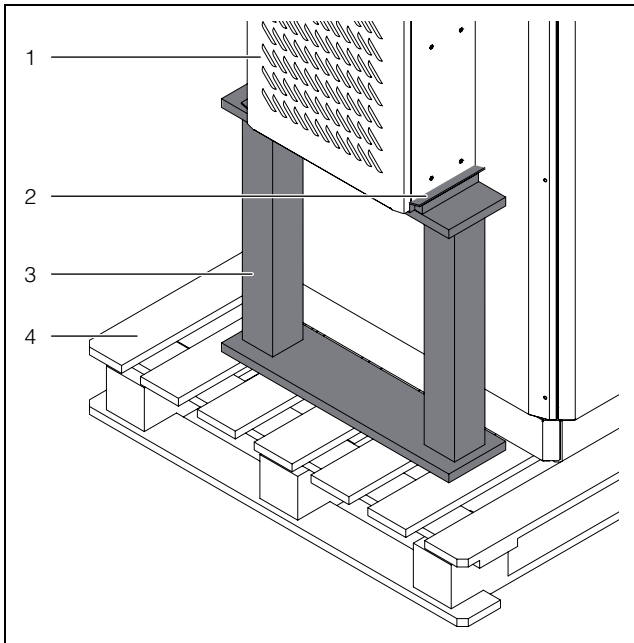
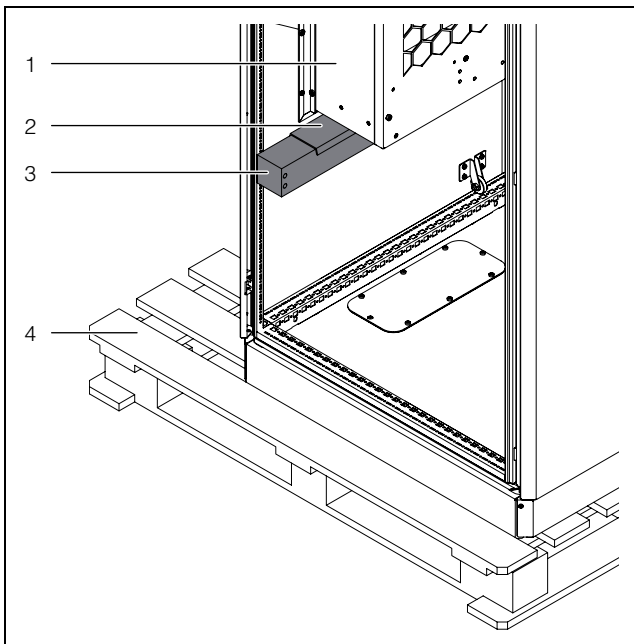

Bild 4: Transportsäkringar utvändigt
Bild 5: Transportsäkringar invändigt
- Använd transportskydd vid transport av aggregat som redan är monterade på apparatskåpet (t.ex. en konstruktion av tråkilar eller brädor – bild 4 och bild 5). Dessa skydd stöttar kylaggregatet och förhindrar på så sätt att aggregatet faller vid stötar. För att förhindra lackskador bör t.ex. en bubbelfolie läggas mellan kantråna och kylaggregatet.